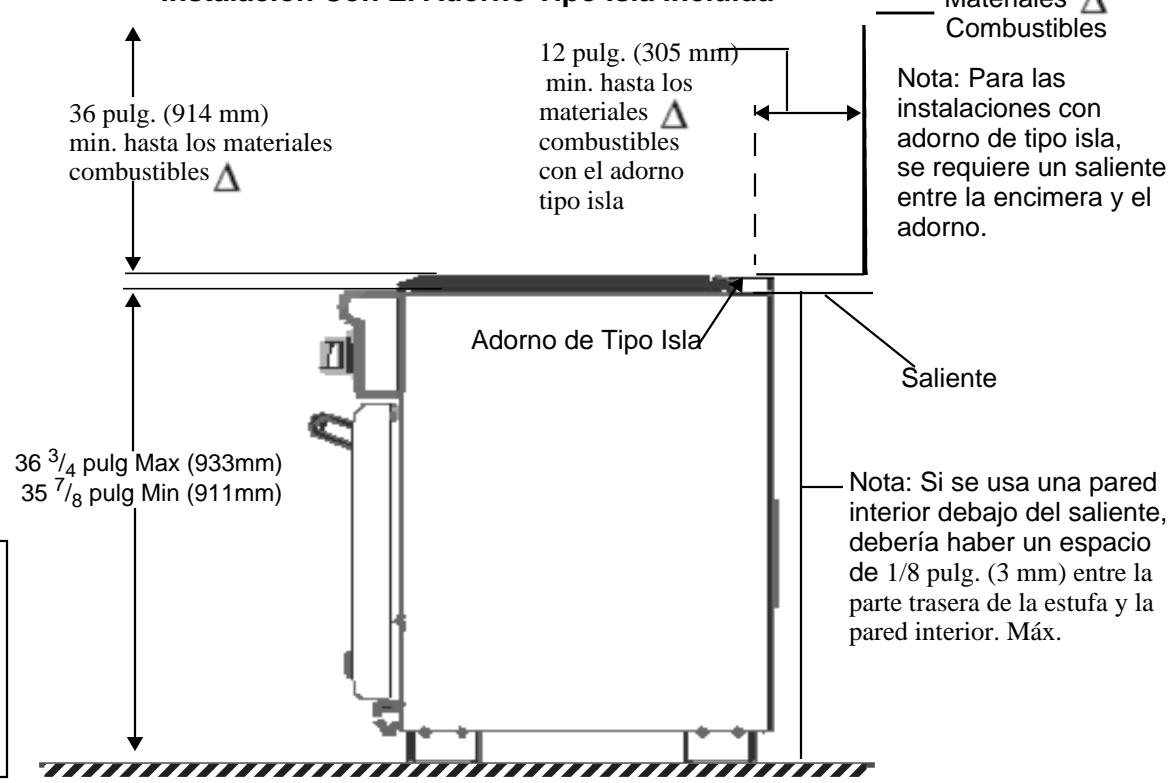

Figura 2: Vista lateral de los espacios libres
Para las instalaciones tipo isla u otras instalaciones donde el espacio libre entre la estufa y las superficies combustibles es superior a 12 pulg. (305 mm), la estufa viene con un adorno tipo isla de acero inoxidable (consulte la figura 2 en la página 6). Se debe comprar por separado e instalar una consola trasera baja o un estante alto THERMADOR® cuando el espacio horizontal es inferior a 12 pulg. (305 mm).
- Cuando hay menos de 12 pulg. (305 mm) de espacio libre horizontal entre el material combustible* y la superficie de la estufa, se debe instalar una consola trasera baja o un estante alto THERMADOR® (vea la Figura 2). Cuando el espacio libre horizontal entre la estufa y el material combustible es de más de 12 pulg. (305 mm), se puede usar el adorno de tipo isla THERMADOR® incluido. La Figura 2 indica el espacio libre necesario para cada tipo de consola trasera.